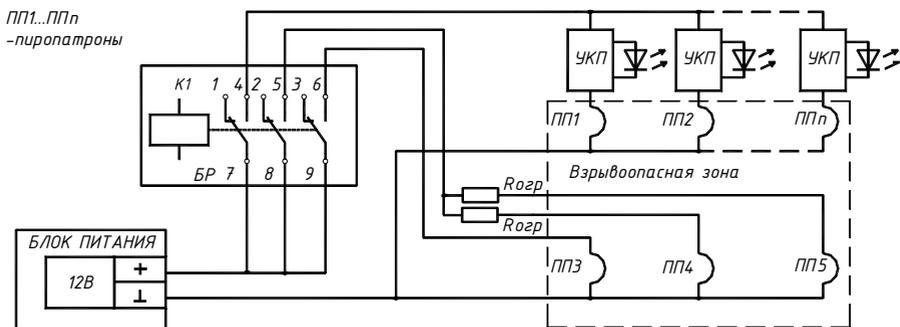

Рис. 2.18 Пример подключения пиропатронов к БР
2.4.6.2 Подключение пиропатронов к выходу БР можно произвести разными способами рис.2.18. Для контроля целостности цепи подрыва, рекомендуется устанавливать устройство контроля пиропатрона (УКП). Некоторые типы пиропатронов имеют низкое сопротивление узла инициатора, в этом случае рекомендуется производить подключение через индивидуальный токоограничительный резистор (Rогр), номинальное сопротивление и мощность которого